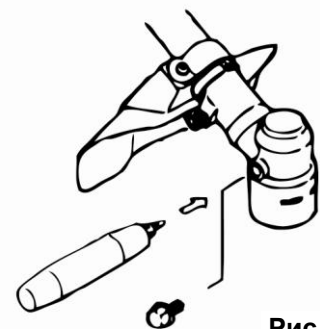

Рис. 6
- Выключите двигатель триммера, открутите болт в боковой части редуктора, залейте небольшое количество (20-30 мл) машинного масла в редуктор (См. Рис. 6)